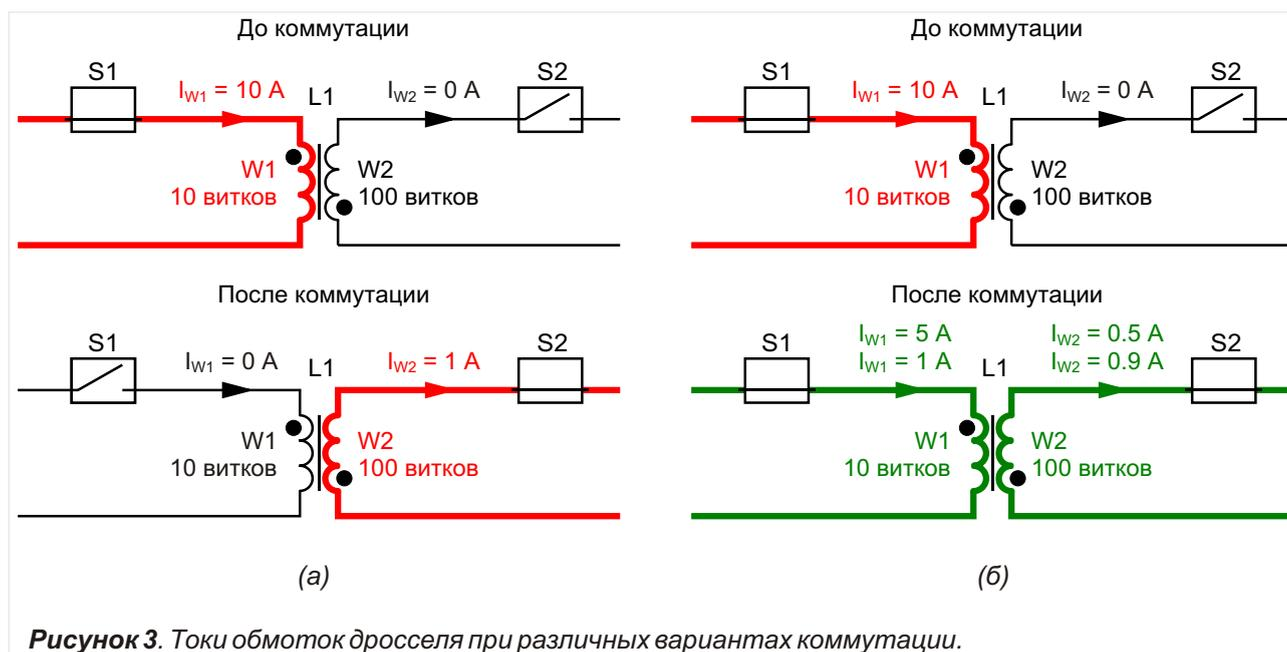

Рисунок 3. Токи обмоток дросселя при различных вариантах коммутации.
Пусть до коммутации по обмотке $W1$ протекал ток $I_{W1} = 10$ А. Если после коммутации ток будет протекать только по обмотке $W2$, он будет равен $I_{W2} = 1$ А (Рисунок 3, а). А вот если
Если же токи будут протекать по нескольким обмоткам одновременно, что имеет место в многоканальных преобразователях, то однозначно ответить, чему они будут равны, не зная остальных параметров схемы, невозможно, поскольку существует множество допустимых комбинаций их значений. Например, они могут быть равны $I_{W_1} = 5$ А и $I_{W_2} = 0.5$ А или $I_{W_1} = 1$ А и $I_{W_2} = 0.9$ А (Рисунок 3, б), но, в любом случае, полный ток (7) и связанный с ним магнитный поток останутся неизменными.